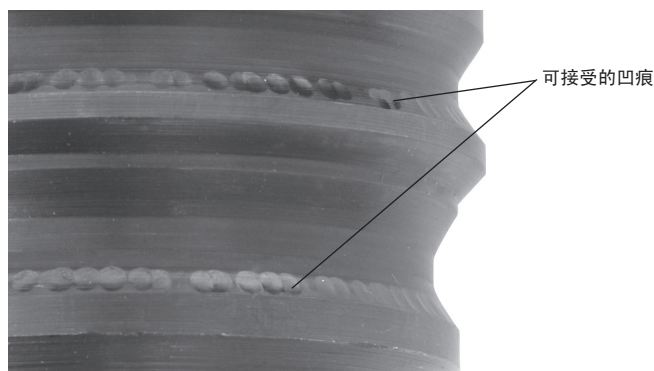

图5 - QCS耦合装置槽中的凹痕
4. 根据相应的使用说明对其它需要使用的设备进行检查和维护，确保其能够正常使用。检查可互换钳头是否有磨损、变形或其它问题。在检查QCS耦合装置与可互换钳头的咬合部位时，查看QCS耦合装置槽中的凹痕是否可正常使用，而非损坏。（图5）